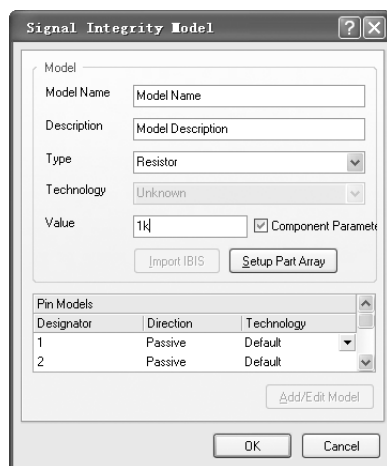

图 13-15 “Signal Integrity Model”对话框
3) 单击“确定”按钮, 系统将弹出如图 13-15 所示的“Signal Integrity Model”(信号完整性模型)对话框。在该对话框中, 只需要在“Type”(类型)下拉列表框中选择相应的类型。此时选择“Resistor”(电阻元件)选项, 然后在“Value”(值)文本框中输入适当的电阻值。
若在“Model”(模型)选项组的类型中, 元件的“信号完整性”模型已经存在, 则双击后, 系统同样弹出如图 13-15 所示的“Signal Integrity Model”(信号完整性模型)对话框。